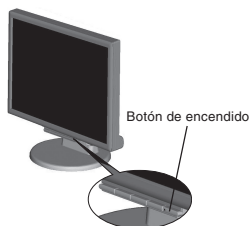

Figura C.1
4. Conecte todos los cables al conector apropiado de la parte posterior del monitor (figura B.1). Conecte los auriculares (no incluidos) al conector apropiado de la parte trasera del monitor (figura C.1).
- Encienda el monitor y el ordenador con el botón de encendido (figura C.1).